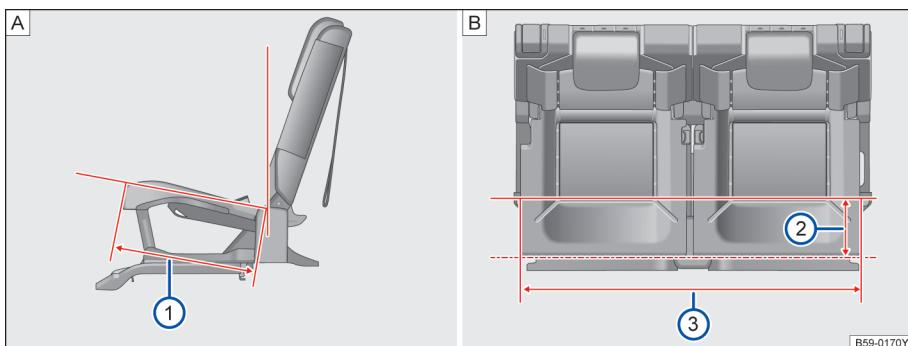

图 100 第三排座椅座宽和坐垫深
=455.5mm→图 100[A]①。
如图→图 100[B]在距离第三排座椅边缘 150mm
时→图 100[B]②，座垫宽度为
1060mm→图 100[B]③。